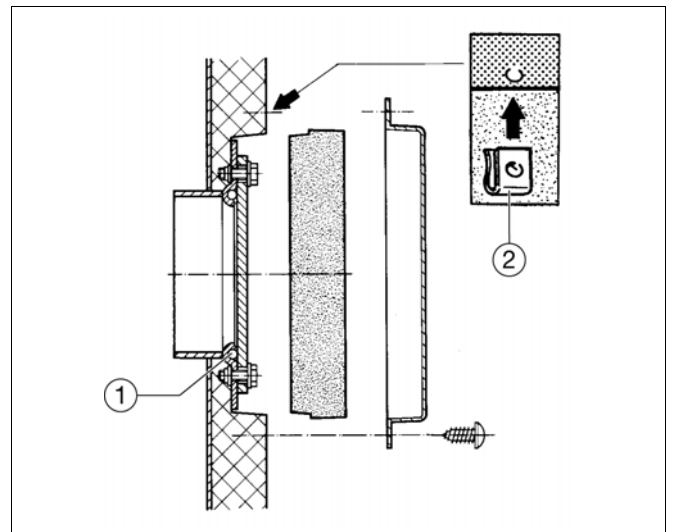

Abb. 9
- Wärmeschutzscheibe vor vorderen Handlochdeckel einlegen (Abb. 9).
- 4 Schnappmuttern über die Bohrungen der Wärmeschutzfolie einsetzen (Abb. 9).
- Abdeckhaube vor Handlochdeckel mit 4 Blechschrauben anschrauben (Abb. 9).
- Abdeckhaube vor Handlochdeckel abschrauben (Abb. 9).
- Sechskantschrauben aus vorderem Handlochdeckel herausschrauben, Handlochdeckel abnehmen (Abb. 9).
- Wärmeschutzscheibe vor Handlochdeckel einlegen (Abb. 9).
- Abdeckhaube vor Handlochdeckel mit Blechschrauben verschrauben (Abb. 9).